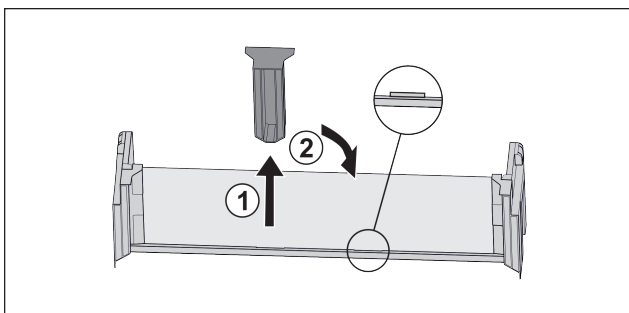

Fig. 54
- ▶ Mittleres Halteteil abziehen Fig. 54 (1).
- ▶ Mittleres Halteteil auf zweiter Position einsetzen Fig. 54 (2).